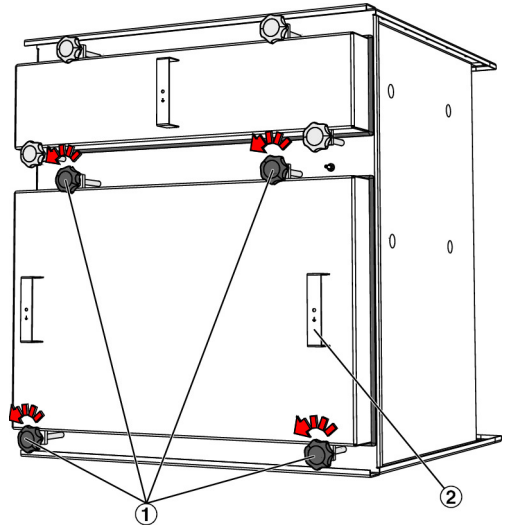

Abb. 3: Filterdeckel öffnen
2. ▶ Am Filterdeckel die Anpressschrauben mit Sterngriff (Abb. 3/1) abschrauben. Filterdeckel an beiden Handgriffen (Abb. 3/2) vom Filtergehäuse abnehmen und lagern.